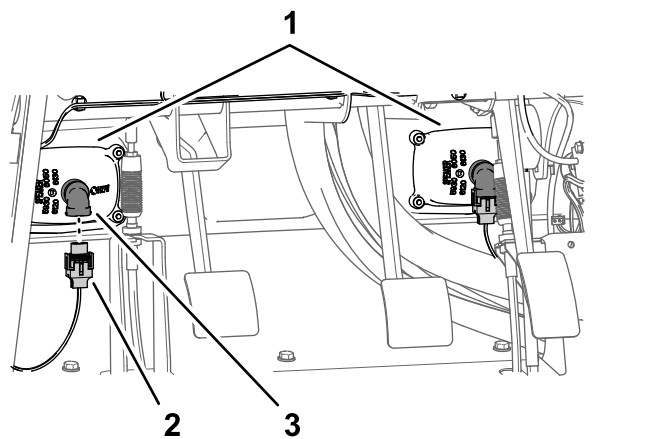

Figure 215
- Branchez les 2 connecteurs (à 2 douilles) du faisceau de la machine aux connecteurs à 2 broches des phares gauche et droit (Figure 215).
- Placez la doublure d'aile sur les tubes supérieur gauche et inférieur gauche du cadre (Figure 215).